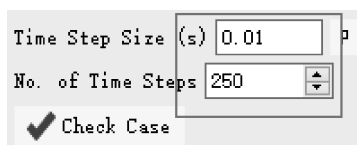

图 11-177 求解设置
(1) 单击 Ribbon 功能区【Solving】→【Run Calculation】→【Time Step Size (s)】= 0.01, 【No. of Time Steps】= 250, 如图 11-177 所示。
(2) 在菜单栏中单击【File】→【Save Project】, 保存